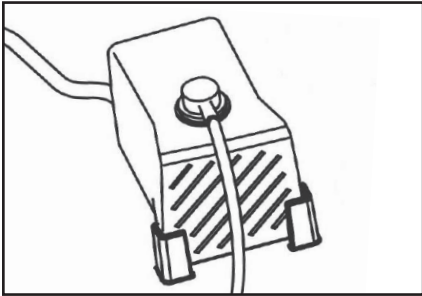

FIGURA 11
PASO 1: Asegúrese que la *bomba de agua* (ver FIGURA 11) no esté rota o dañada de ningún modo.